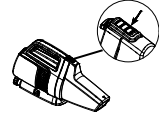

Abb. 3.4
Hinweis: Drücken Sie zum Entfernen der Saugkörperabdeckung (3) auf den Federknopf, um die Saugkörperabdeckung zu lösen. Siehe Abb. 3.4.